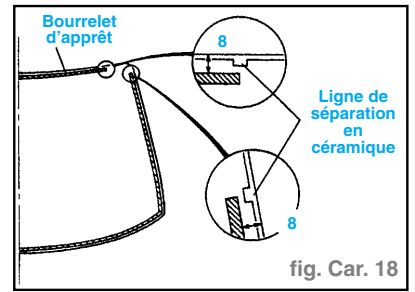

fig. Car. 18
- Fixer fermement sur tout le pourtour de la vitre un bourrelet d'apprêt à 8 mm du bord. (fig. Car. 18)